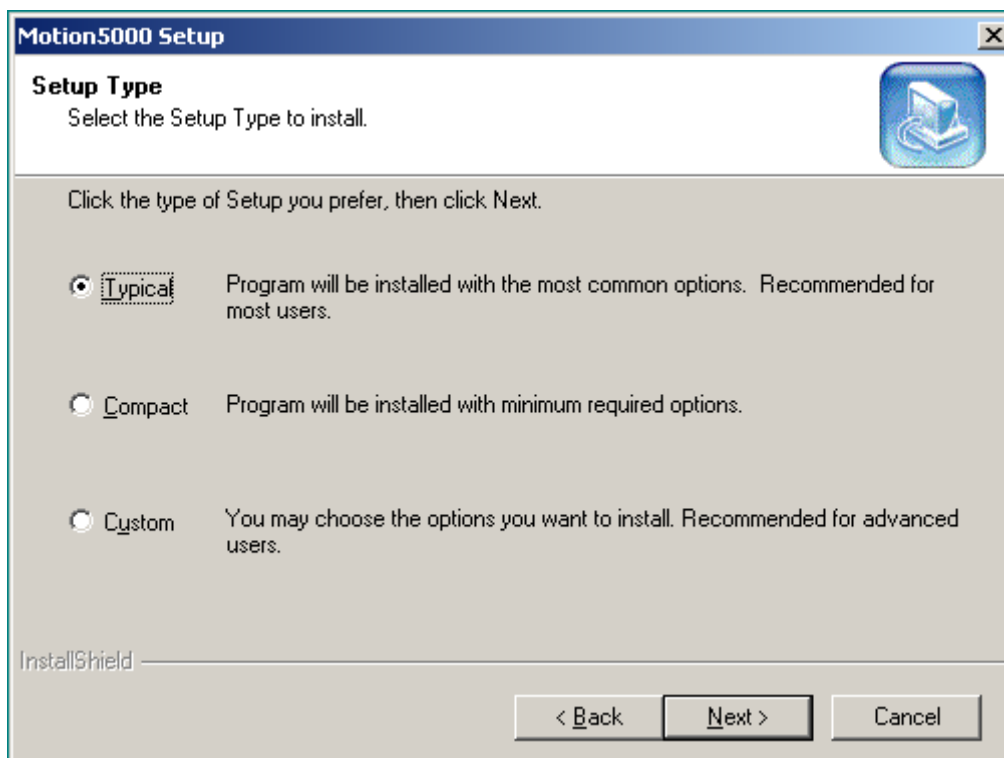

图 6-5 选择安装方式
5. 选择安装的类型，然后单击 Next 按钮，如图 6-5 所示；